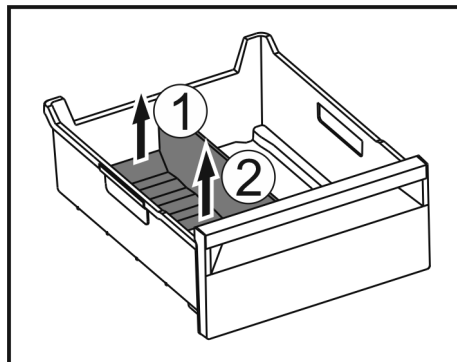

Fig. 54
- Zdvihnite zadnú časť oddelovača zásuvky na ľad. Fig. 54 (1)
- Odoberte oddelovač zásuvky na ľad nahor. Fig. 54 (2)